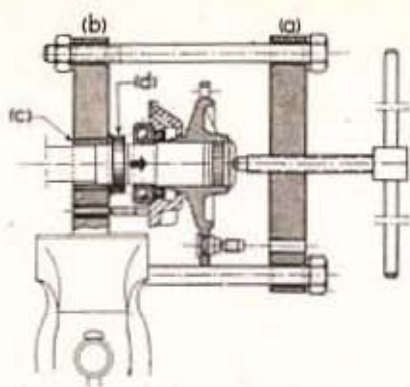

Fig. 98. — Mise en place de la bague-frette
- Serrer progressivement pour amener la bague en butée sur la face extérieure du roulement (fig. 98).